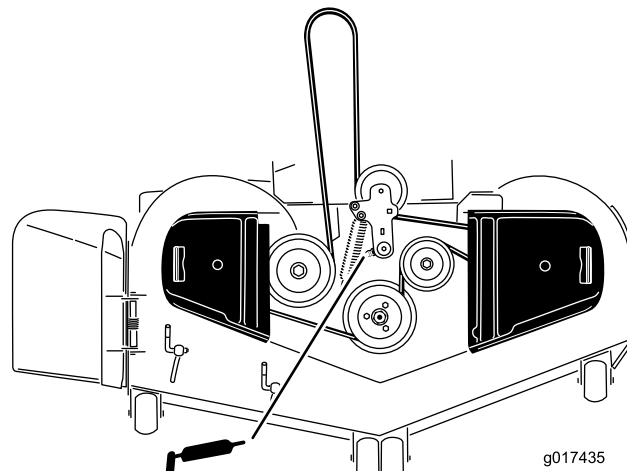

Figure 35
3. Graissez le pivot de la poulie de tension du plateau de coupe jusqu'à ce que la graisse ressorte par le bas (Figure 35).